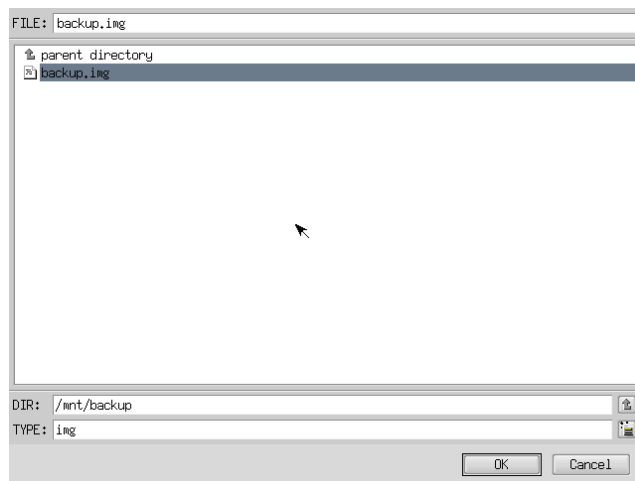

図 5-2-5. ファイル参照画面
- ⑧ ファイル参照画面（図 5-2-5）が表示されます。バックアップ USB は、/mnt にマウントされているので、/mnt 以下から目的のファイルを探してください。[OK]を押すとファイル選択画面にもどります。
- ⑨ ファイル参照画面（図 5-2-5）で指定したバックアップファイルが入力されていることを確認します。